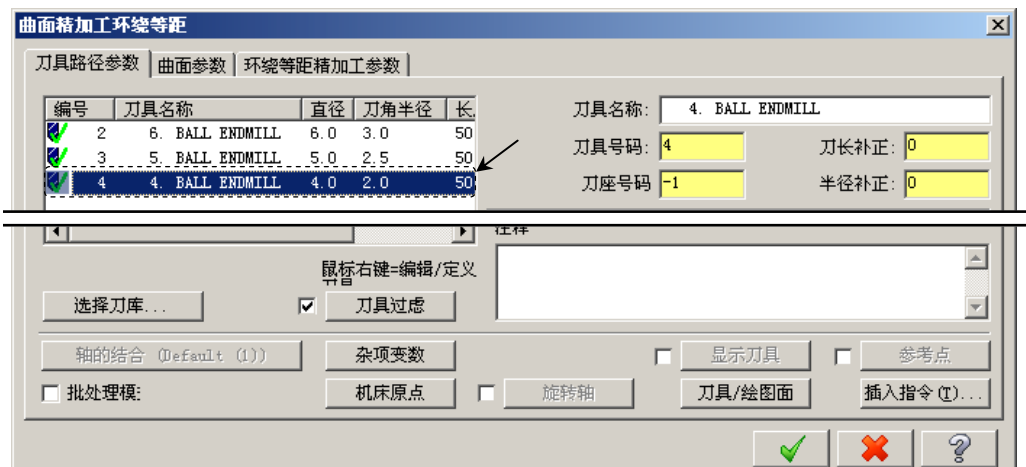

图 15.33 “选择刀具”对话框
Step3. 选择刀具。在“曲面精加工环绕等距”对话框中，选择图 15.33 所示的刀具。
Step5. 设置环绕等距精加工参数。在“曲面精加工环绕等距”对话框中单击 **环绕等距精加工参数** 选项卡，在 **整体误差 (T)...** 文本框中输入值 0.01，在 **大切削间距 (M)** 文本框中输入值 0.3，其他参数设置保持系统默认设置。